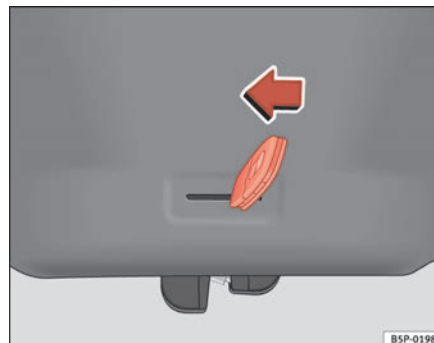

Abb. 47 Heckklappe: Notöffnung
- Stecken Sie den Schlüsselbart in den Schlitz und entriegeln Sie das Verriegelungssystem, indem Sie den Schlüssel von rechts nach links in Richtung Pfeil bewegen ⇒ Abb. 47. ■